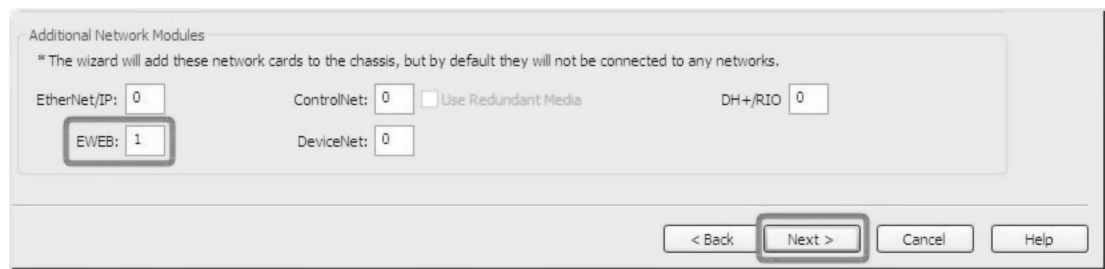

图 26-38 附加 EWEB 模块
15. 添加一个附加 EWEB 模块。单击“下一步”（Next）继续，如图 26-38 所示。